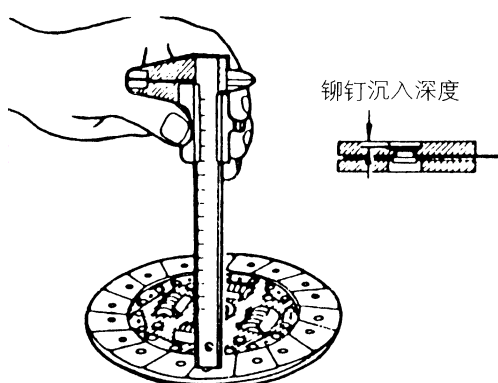

图 3-8 检查膜片弹簧端是否磨损
(1) 如图 3-8 所示，检查膜片弹簧端是否磨损和高度是否均匀。如果磨损明显以及高度差超过极限值则应更换，极限值为 0.5mm。
(1) 检查表面有无松动的铆钉、接触不均匀、由于卡住引起的损伤、机油或润滑脂的粘结，如果有问题则应更换离合器片。
(2) 测量铆钉沉入深度，其极限值为 0.3mm。如果超出规定值则应更换离合器片（图 3-8）。
(3) 检查扭力弹簧的游隙和有无损伤，如果有问题则应更换离合器片。
(4) 将离合器片连到输入轴上，检查转动方向的活动状况和游隙。如果活动不灵活或游隙过大，则在清洗和重新装配后应再检查，再检查时如游隙过大，则应更换离合器和/或输入轴。